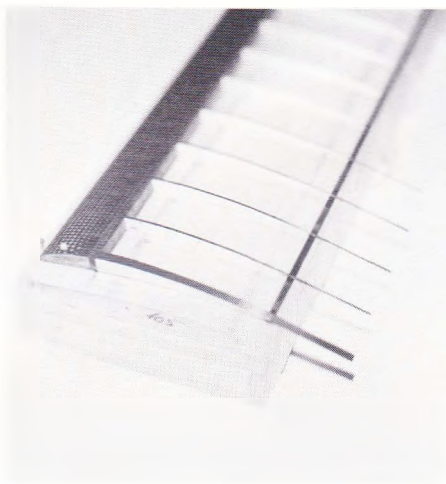

Fig. 8.
10. Vingedelen anbringes nu igen på jiggens med tape. Nu skal capstripsene limes på oversiden af de bageste ribber, igen med overlapning ind over D-boxen og bagkanten. Når de sidste capstrips er limet på, er strukturen låst, og det er ikke muligt at vride vingedelen uden at løsne capstripsene! Fig. 8.